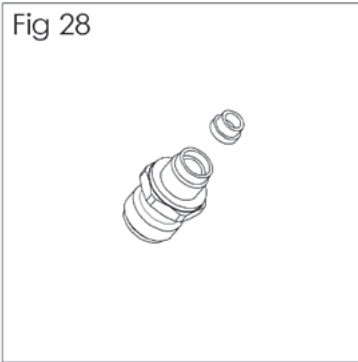

Fig 29
1. Entfernen Sie die Luftkappe und den Haltering (6). (Siehe Abb. 29).